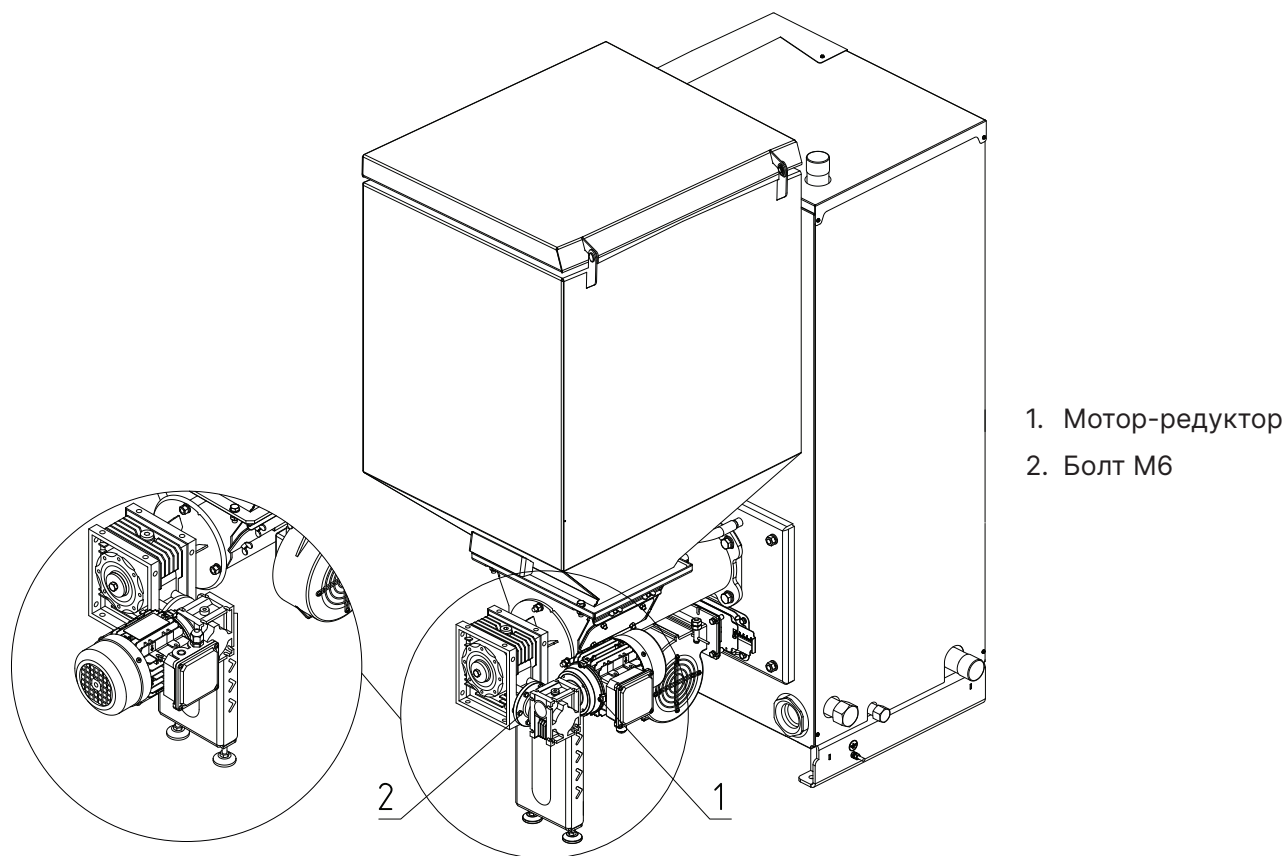

Рис.8 Изменение положение мотор-редуктора
1. Выкрутите 4 болта М6 (**Рис.8, поз.2**);
2. Снимите мотор-редуктор (**Рис.8, поз.1**);
3. Переверните его по горизонтали на 180°, как показано на **Рис.8**;
4. Зафиксируйте мотор-редуктор (**Рис.8, поз.1**) болтами М6 (**Рис.8, поз.2**).